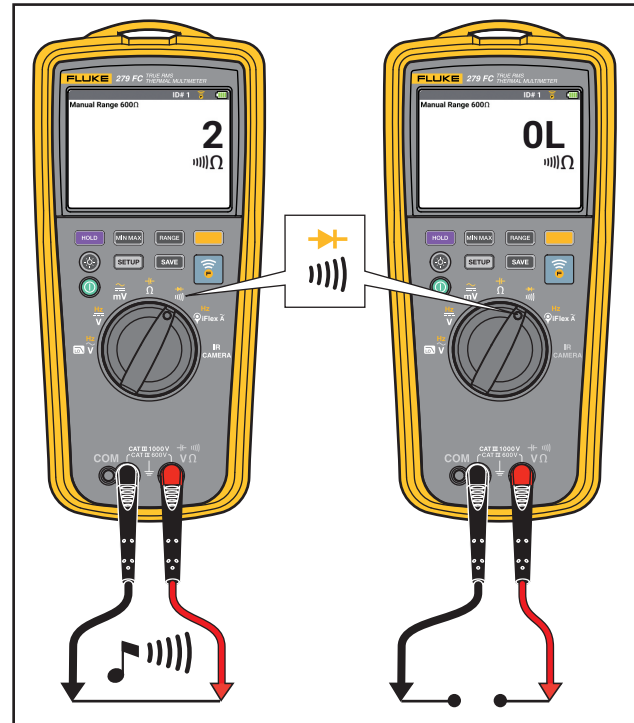

Abbildung 9. Durchgangsprüfungen
- Durchgangsprüfung, siehe Abbildung 9.
Bei der Durchgangsprüfung ertönt ein akustisches Signal, wenn ein Kurzschluss festgestellt wird. Durch den Signalgeber können Durchgangsprüfungen ohne Blick auf die Anzeige durchgeführt werden. Siehe Abbildung 9.